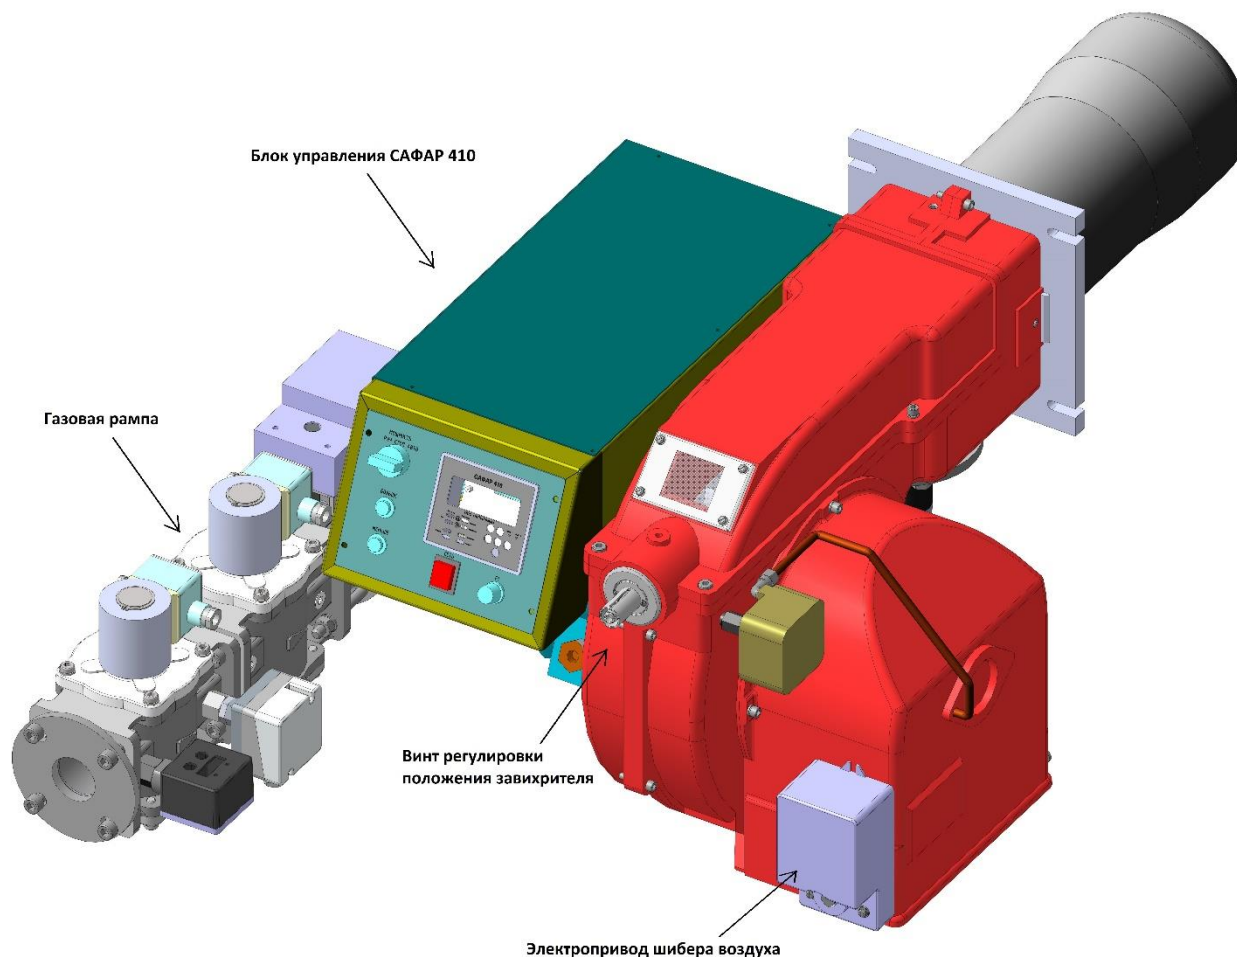

Рис. 1
1.2. Основные технические характеристики горелок приведены в таблице 1, общий вид горелки EMMA на рис.1.
На конце пламенной трубы имеется насадка из нержавеющей стали, позволяющая регулировать подачу количества воздуха, подаваемого в зону горения. Так же, на пламенной трубе располагается фланец для присоединения газовой рампы. Регулировка параметра противодавления производится с помощью регулировочного винта по Рис.1. Диапазон работы представляет собой диаграмму, которая отображает результаты, достигнутые на заводе во время сертификации или лабораторных испытаний, но не представляет собой диапазон регулирования горелки. Точка максимальной мощности на таком графике, обычно достигается при установке головы сгорания в положение "MAX"; а точка минимальной мощности, наоборот, при установке головы сгорания в положение "MIN". Так как голова сгорания регулируется раз и навсегда во время первого розжига таким образом, чтобы найти правильный компромисс между топочной мощностью и характеристиками теплогенератора, это вовсе не означает, что действительная минимальная рабочая мощность будет соответствовать минимальной мощности, которая читается на рабочем графике.
Найти на графике “Диапазон работы горелки” (Рис. 1) точку пересечения вертикальной линии, которая обозначает мощность в топке и горизонтальной, обозначающей интересующее вас значение аэродинамического давления.
3) **Блок управления САФАР-410** (см. рис.1) смонтирован на горелке и предназначен для управления работой горелки, программного розжига и автоматической блокировки при возникновении аварийных ситуаций.